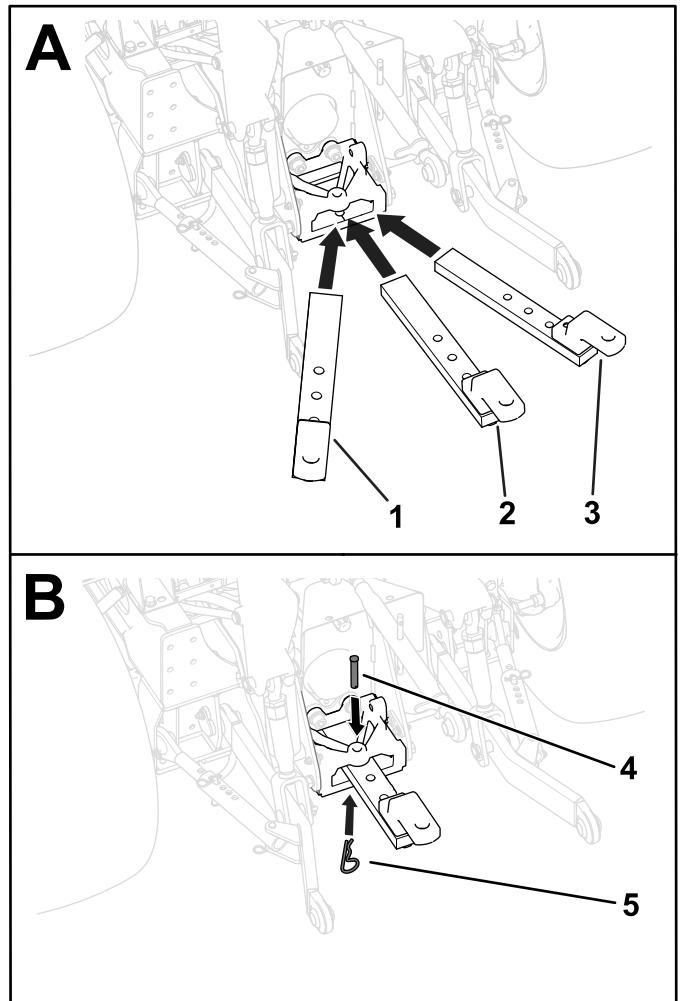

図 21
牽引バーは左寄せ位置、右寄せ位置、センター位置、いずれの位置にも取り付け可能です図 21。アタッチメントにふさわしい位置を決め、以下の手順で取り付けてください。
1. 牽引バーサポートに牽引バーをセットする図 21。
2. 牽引バーについている3ヶ所の取り付け穴のうちの1つにクレビスピンを通して、ヘアピンコッターを取り付ける図 21。